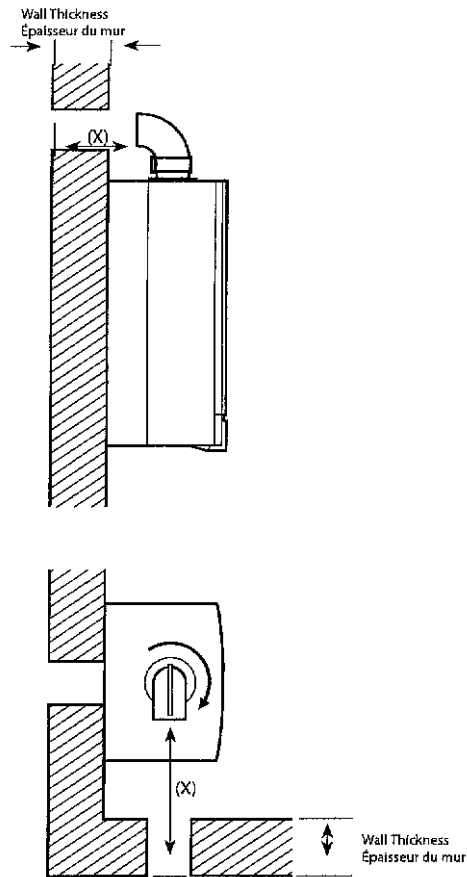

Fig. 2
2. Measure the distance from the outside wall face to the elbow (Fig. 2). This dimension will be known as X.
2. Mesurer la distance entre le bord extérieur du mur et le coude (Fig.2). Cette cote sera indiquée par la lettre X.